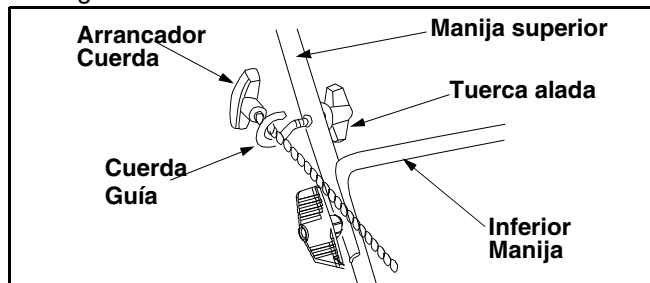

Figura 6
- La guía de la cuerda de arranque está unida a la manija superior por el lado derecho. Afloje la tuerca de mariposa que sujeta la guía de la cuerda. Ver Figura 6.